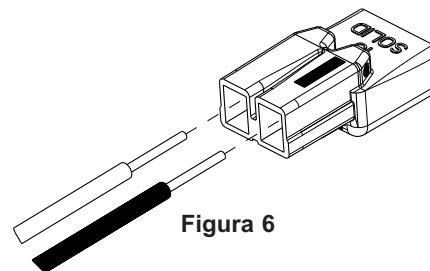

Figura 6
3. Instale el conector enchufable hembra naranja en los alambres 6RLS empujando los alambres completamente en los puertos de conexión. Asegúrese de que el alambre negro esté instalado en el puerto con la banda negra y el alambre blanco esté instalado en el puerto sin marca (ver Figura 6).